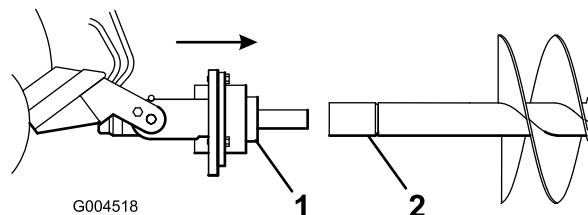

Figura 7
- Manovrate l'albero motore all'estremità dell'albero della trivella o dell'estensione (se applicabile) (Figura 7).